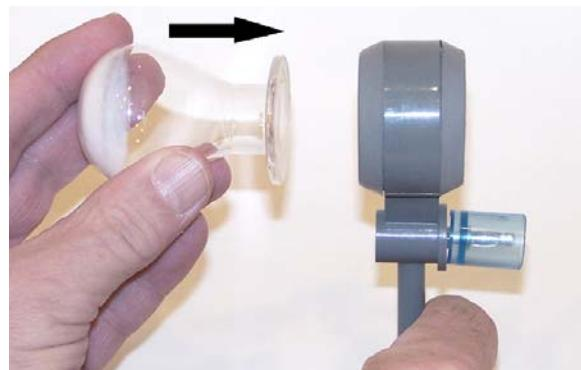

Fig. 1
- Colocar as capas das extremidades nos encaixes do suporte (vide Fig. 1).